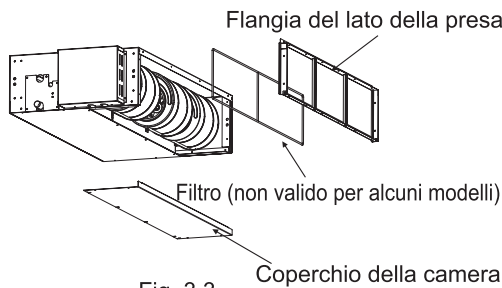
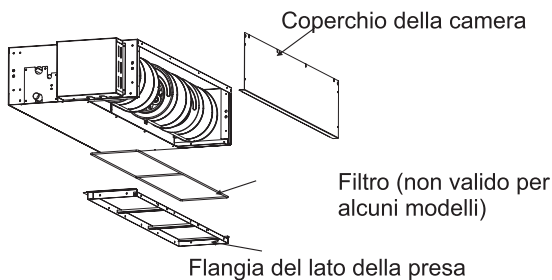

Fig. 3.3
Fig. 3.4
- (1) Rimuovere la flangia del lato della presa. Rimuovere il coperchio della camera.
- (2) Ricollegare il coperchio rimosso dalla camera secondo l'orientamento descritto dall'immagine, ricollegare la flangia del lato della presa nell'orientamento mostrato nella Fig. 3.3 e fare riferimento alla Fig.3.4 per la direzione della flangia del lato della presa.